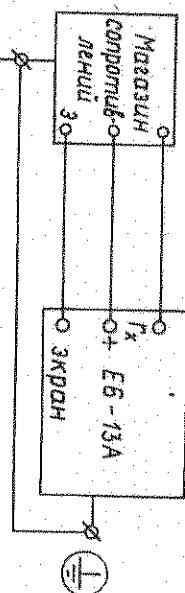

Рис. 9
12.3.3.1. Определение основной погрешности производите на поддиапазонах 10^3 , $3 \cdot 10^3$, $3 \cdot 10^6$ и 10^7 Ом на всех числовых отметках шкалы. На остальных поддиапазонах погрешность определяйте на конечных числовых отметках шкалы, а также на поддиапазонах, где определены наибольшая и наименьшая погрешности (наибольшая положительная и отрицательная погрешности), путем сравнения показаний изолируемого прибора со знакомой мерой по схеме соединений, приведенной на рис. 9.